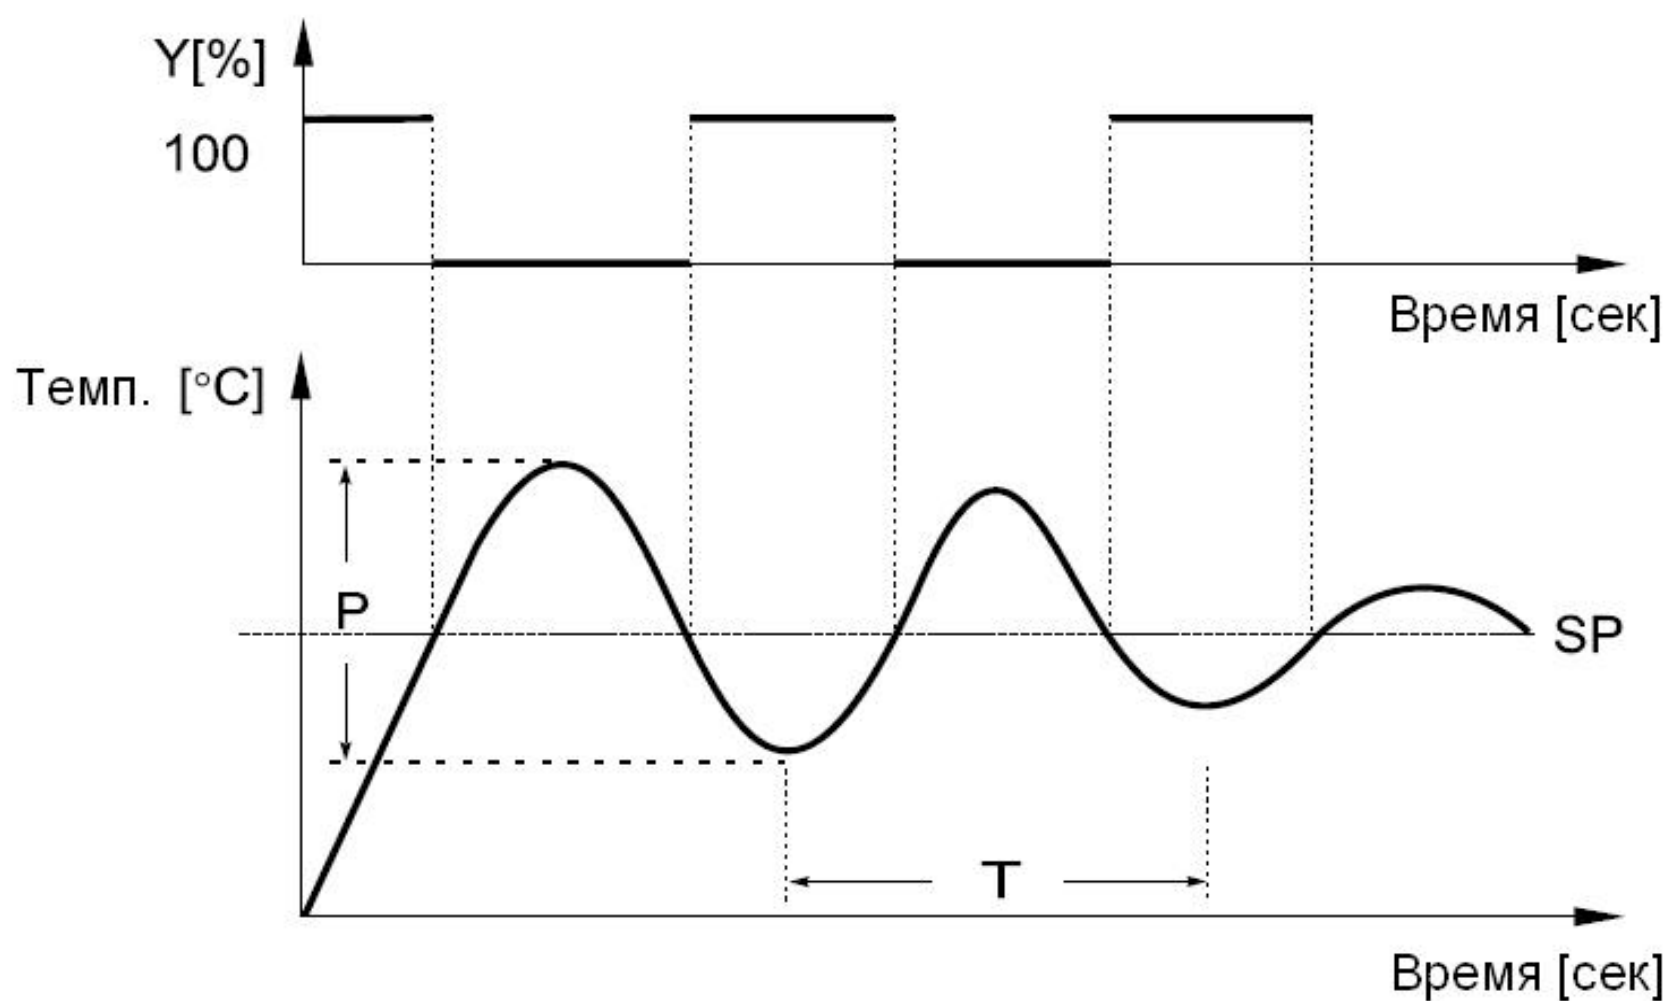

Рис.12. Подбор параметров PID-регулятора методом осцилляций
- $oSc\check{U}$  означает, что расчет параметров PID-регулятора будет производиться на основе метода осцилляций вокруг уставки (рис.12). Метод осцилляций должен выбираться только тогда, когда колебания вокруг уставки не ведут к повреждению нагрузки и объекта.